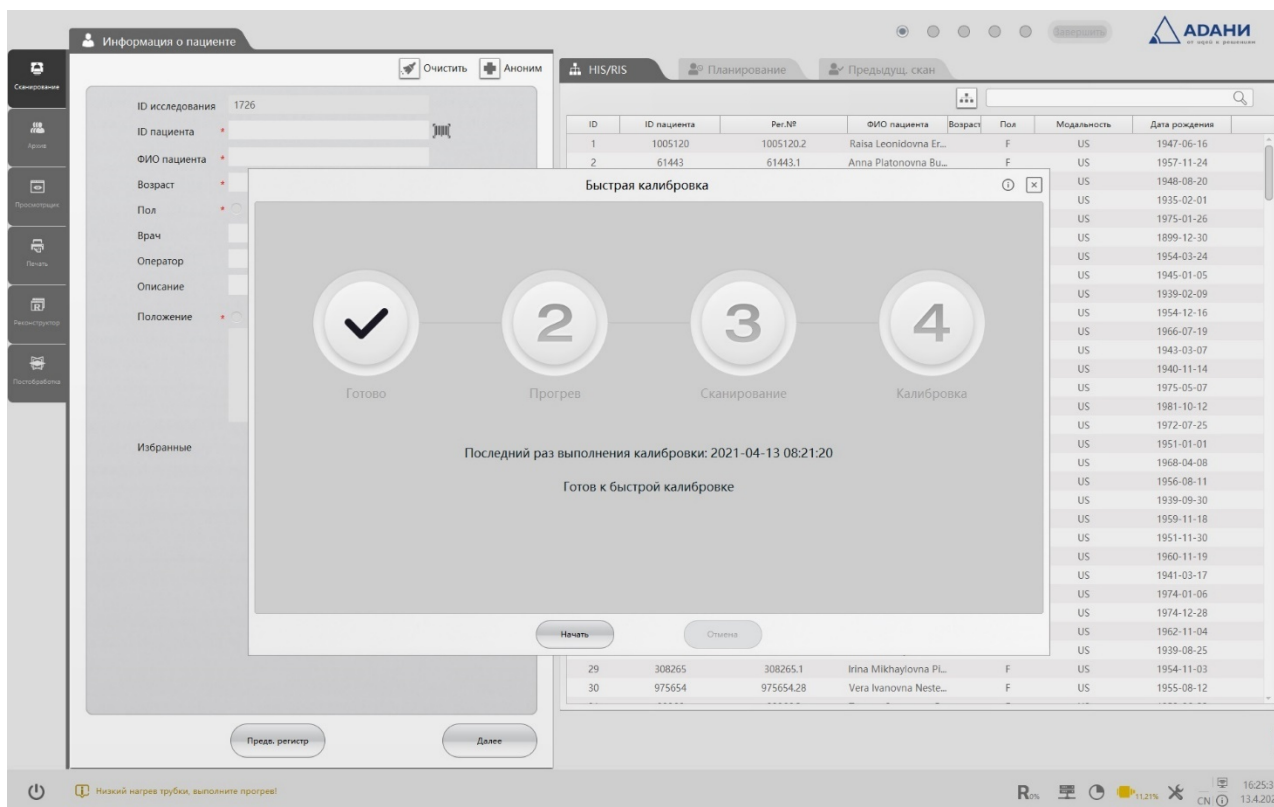

Рисунок 4.6 – Информационное окно «Быстрая калибровка»
- В появившемся диалоговом окне (рис. 4.6) нажмите «Начать калибровку».